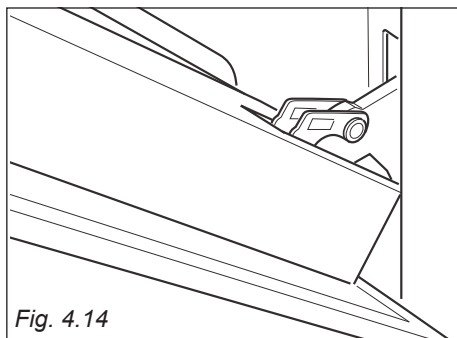

Fig. 4.14
- Assicurarsi che la porta sia bloccata aperta (vedere fig. 4.14 ).